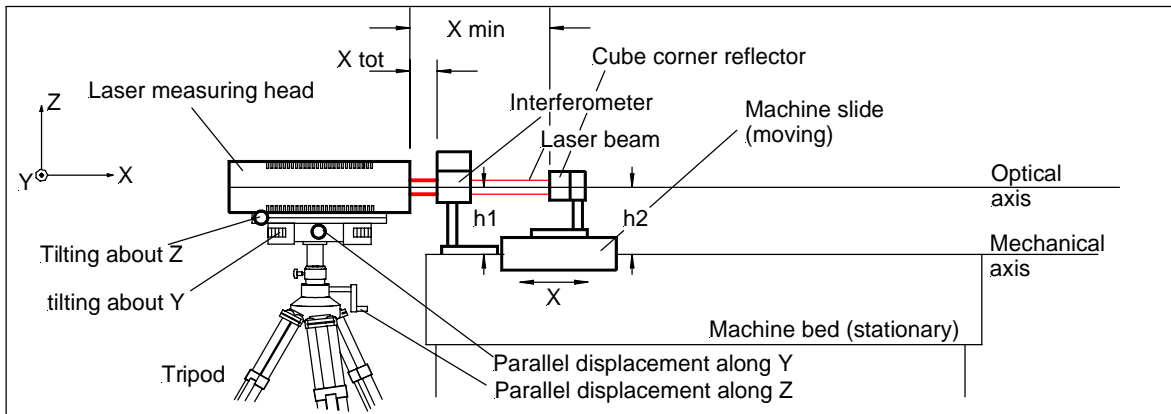

图 8: 光路的位置调整
相对于干涉镜，角隅反射镜所处的位置，对于光路的位置调整 and 方向调整都十分重要（图 8）：
- 3) 把角隅反射镜移动到离激光头最近的点 (图 8)，在 y 和 z 方向调整光束方向：